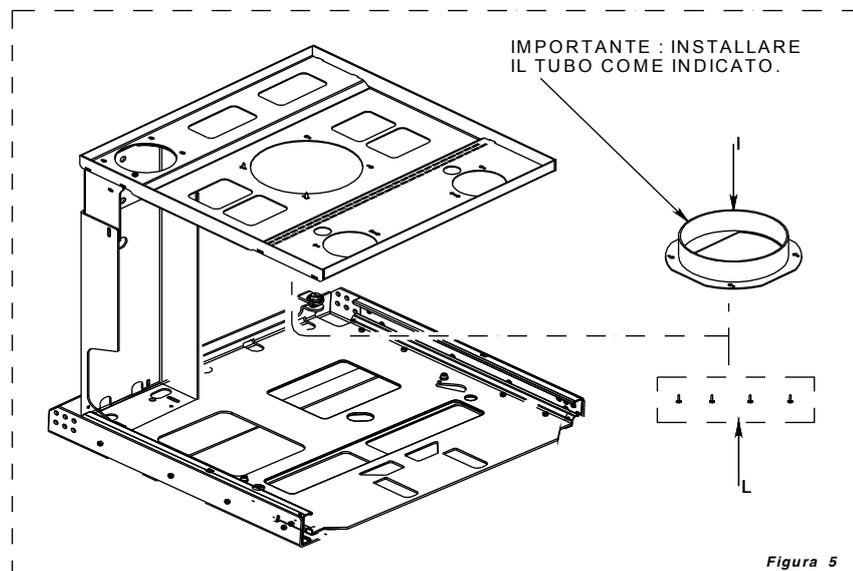

Figura 5
- Assemblare poi il collare I con le viti in dotazione L (vite nera tbf 3.9x13) (vedi figura 5). Attenzione: è molto importante installare il collare come indicato nella figura 5.